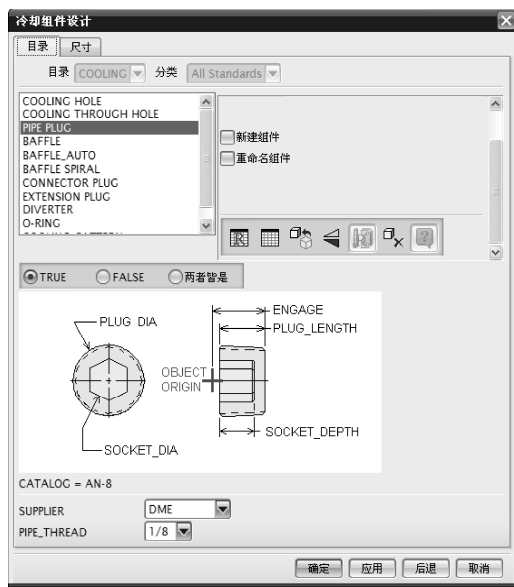
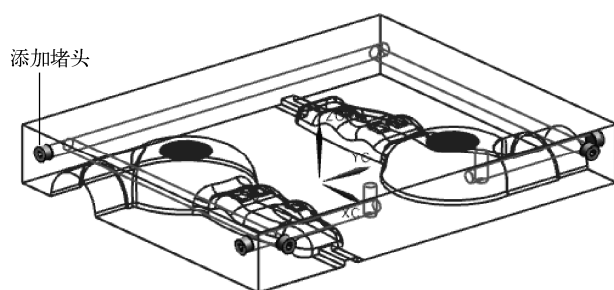

图 10-98 【冷却组件设计】对话框
图 10-99 添加堵头
(18) 在【模具冷却工具】中单击【冷却标准部件库】按钮, 打开如图 10-98 所示的【冷却组件设计】对话框，利用这个对话框，给开口的水管添加堵头。
(19) 先在图 10-98 所示的对话框中选择堵头零件 (PIPE PLUG)，给出一定的尺寸，单击【应用】按钮，将堵头调入型腔中；然后利用重定位功能按钮, 将堵头定位到要堵塞的管道头上，如图 10-99 所示。至此，型腔上的冷却水管设计完毕。